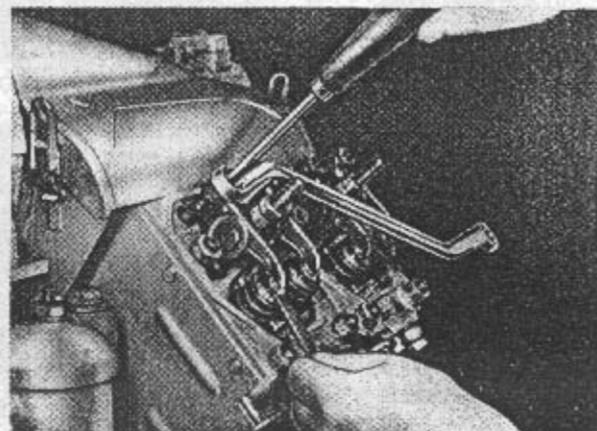

Bild 19
Alle 100 Betriebsstunden ist das Ventilspiel zu überprüfen, evtl. nachzustellen (Bild 19). Bei der Kontrolle des Ventilspiels ist darauf zu achten, daß
- c) Stimmt das Ventilspiel nicht, so ist es mit der Einstellschraube am hinteren Ende des Kipphebels nachzustellen. Zu beachten ist, daß bei der Prüfung der Einstellschraube immer zu kontern ist (Bild 19).